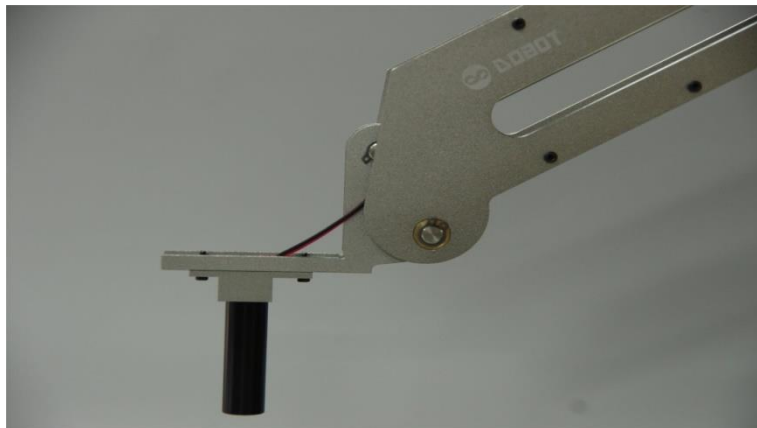

图 2.15 激光器夹具安装
2. 如图 2.15，先安装 M2 的螺丝，将夹激光器夹具从下方安装在机械臂末端；